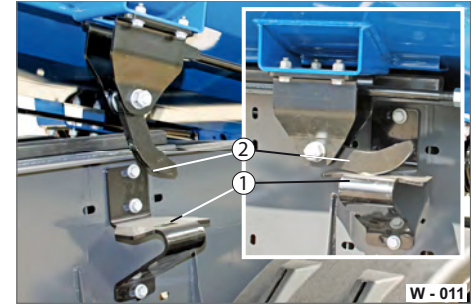

Abb. 11 Schmierstellen
- ▶ Fetten Sie die Gleitstelle auf der Winkelplatte (Abb. 11/1) mit Maschinenfett ein.